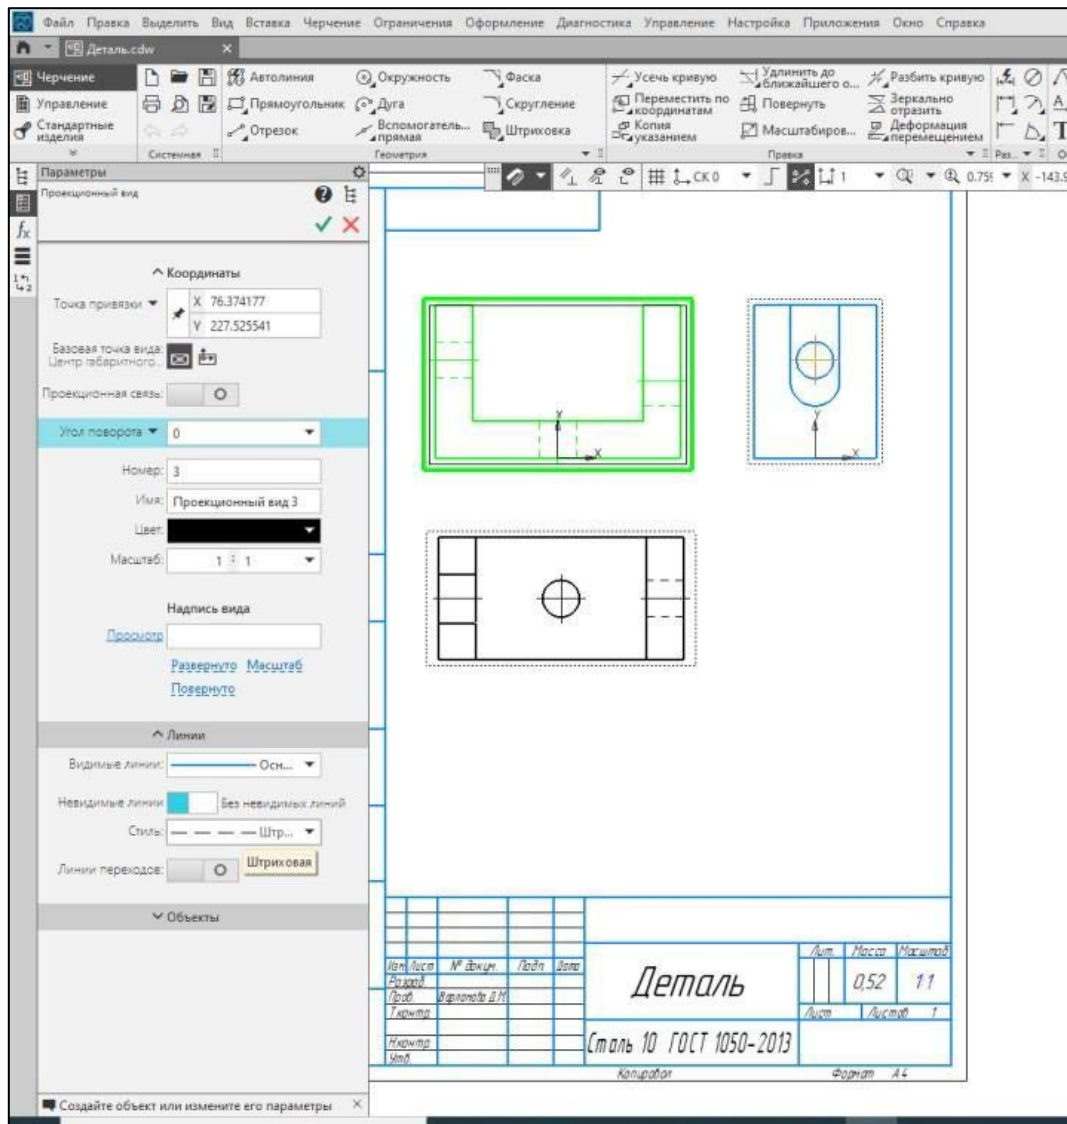

Рисунок 27. Построение невидимых линий на чертеже
2. Нажав ЛКМ² на один из видов Детали, выделить ее ⇒ ПКМ ⇒ Параметры вида ⇒ На панели свойств выбрать Линии ⇒ Показывать невидимые линии ⇒ Создать объект (рис. 27).